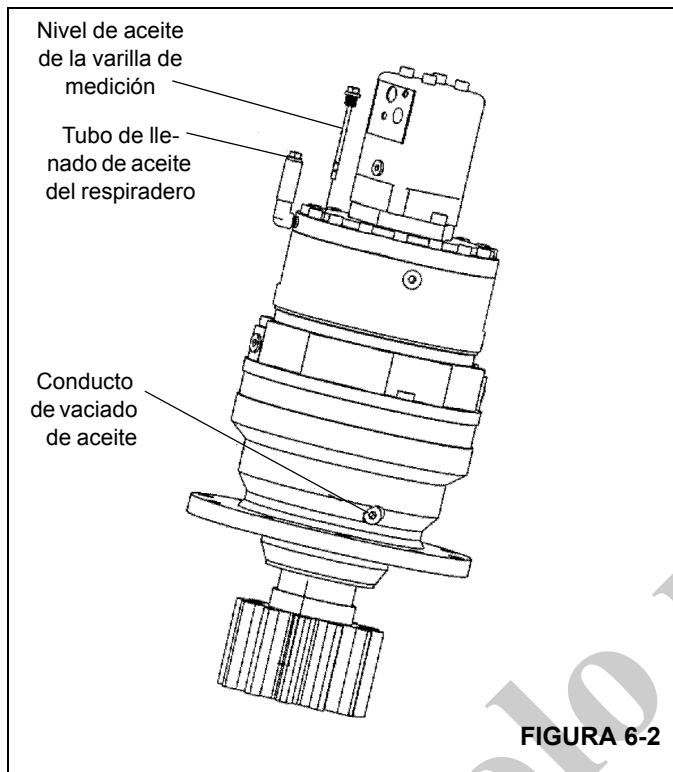

FIGURA 6-2
4. Para llenar con aceite (vea la Figura 6-2), asegúrese que el respiradero esté abierto. Inserte el aceite a través del tubo de llenado de aceite del respiradero hasta que alcance la ubicación correcta en la varilla de medición.